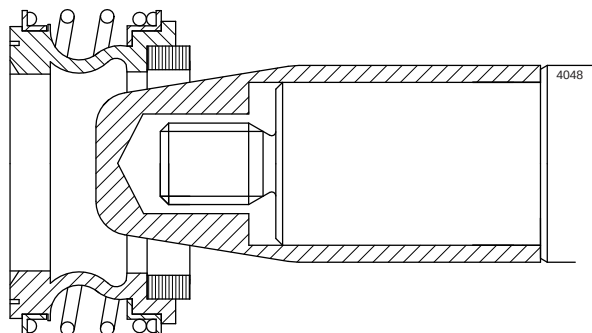

Figura 9: Casquillo de montaje especial.
- *Herramientas especiales: Montar la junta mecánica de estanqueidad es más sencillo cuando se utiliza un casquillo de montaje ahusado especial. De esa manera, se cubren los bordes afilados del eje y se reduce el riesgo de que la junta se deteriore durante el montaje. Consulte figura 9.*